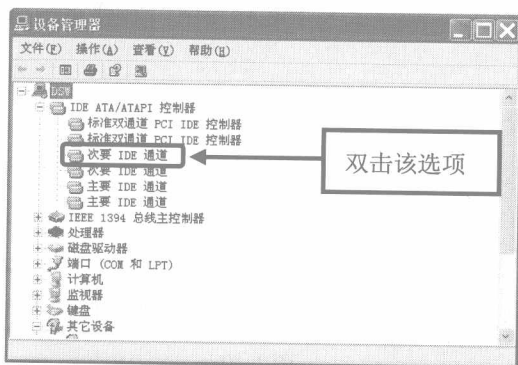

图 1-13
⑬ 单击【IDE ATA/ATAPI 控制器】选项左侧的小加号按钮 $\oplus$ 展开该选项，如图 1-13 所示，然后双击下方的【次要 IDE 通道】选项。